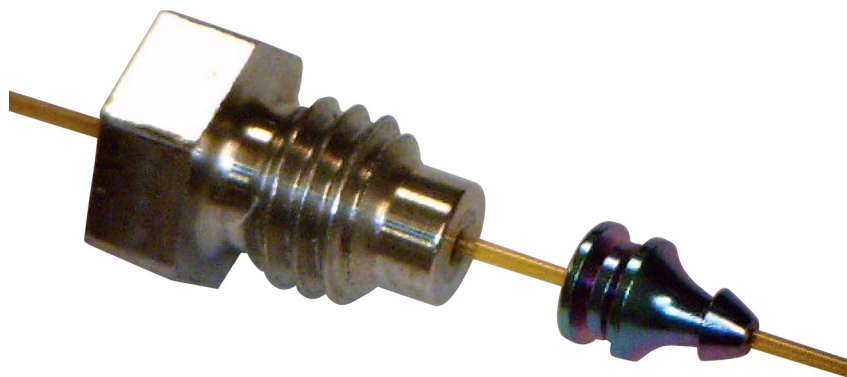

図 10. フェラルがカラムに固定された状態、および内部ナット
- 7 1/4インチ オープンエンドスパナを使用して、内部ナットをさらに15～20度時計回りに締めて、フェラルがカラムに適切に固定されるようにします。図10を参照してください。